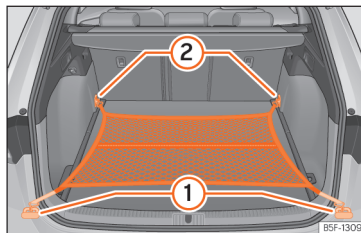

Fig. 190 Na bagageira: saco de rede fixado rente ao piso.
- Fixe os ganchos da rede nas argolas de fixação »» **Fig. 190 ① e ②** »» . O fecho de correr do saco deve ficar voltado para cima.